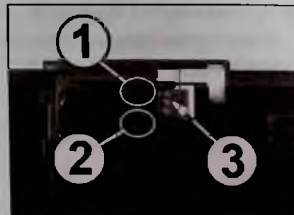

Рис. 25
3. Освобождают фиксаторы (1 и 2 на рис. 25), перемещают датчик (3) от себя до выхода фиксаторов из отверстий, затем в правую сторону и снимают его с узла.